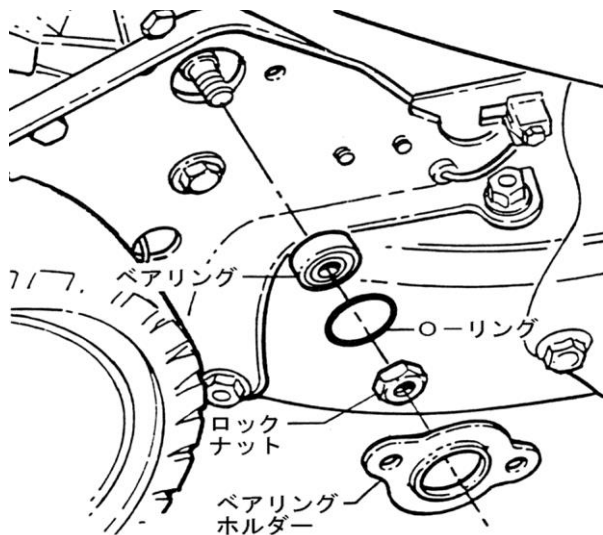

図6-13
2. 9/16 インチのスパナでロックナットを外します。(図6-13)